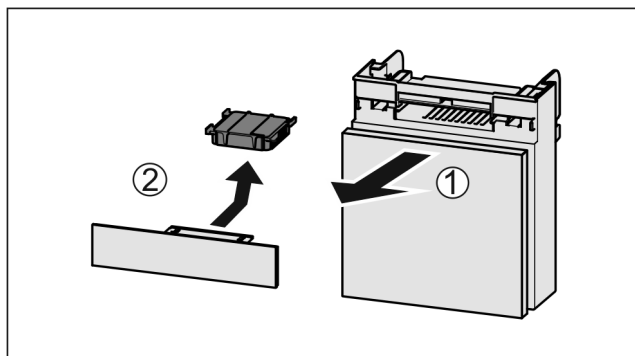

Fig. 200
- ▶ Húzza ki Fig. 200 (1) előre felé a rekeszt.
- ▶ Vegye ki az aktív szén-szűrőt Fig. 200 (2).